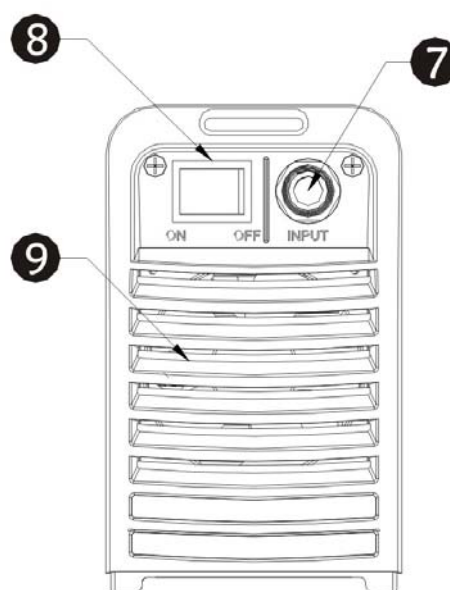

Figure 2
- Panneau de contrôle arrière (voir la Figure 2)